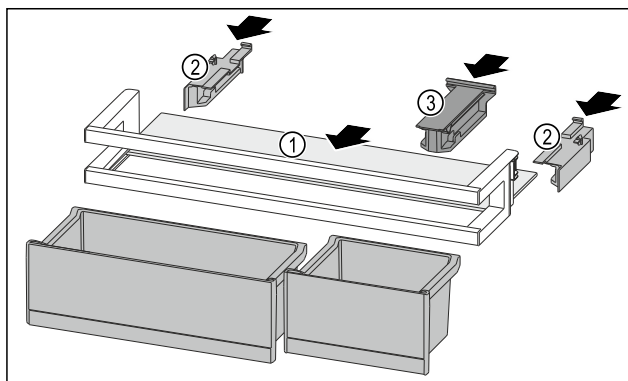

Fig. 84
- Draagplateau Fig. 84 (1) in de zijdelingse inkepingen schuiven.
- Zijdelen Fig. 84 (2) plaatsen.
- Bevestigingsdeel Fig. 84 (3) plaatsen.